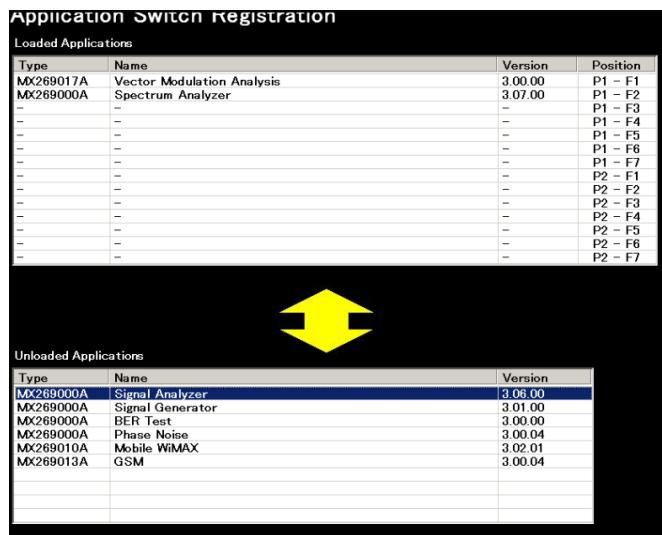

Figura 11: Configuración de analizador de señales.
- b) De las aplicaciones anteriores se deberán cargar al sistema las siguientes, según se muestra en la figura 11.